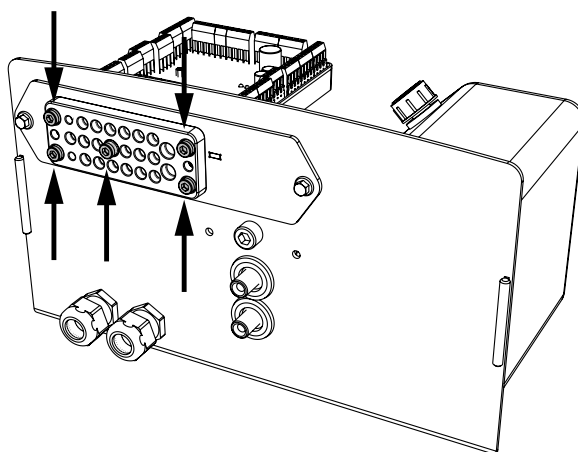

Abb. 59. Fünf Schrauben der Kabeldurchführung
1. Lösen Sie die fünf Schrauben der Kabeldurchführung, siehe Abb. 59. Die Kabel können jetzt in der Kabeldurchführung montiert/demontiert/eingestellt werden. Kabel müssen mithilfe von Kabelbindern zusammen mit der vorhandenen Verkabelung verlegt werden.